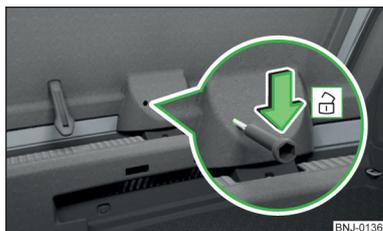

Fig. 174
- Insérez un tournevis ou un outil similaire dans l'ouverture de l'habillage » fig. 174 jusqu'en butée.